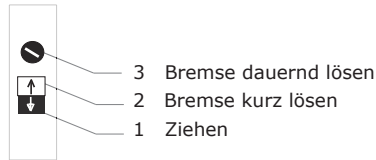

Abb. 7
- Mit Drücken auf den weißen Druckknopf (2) Abb. 7 schaltet man die Bremse aus.
- Mit Drücken auf den schwarzen Druckknopf (1) Abb. 7 rückt die Bremse ein und ermöglicht das Abwickeln des Drahtseiles. Falls ein Abwickeln nicht möglich ist, bedeutet das, dass im System nicht genügend Druck vorhanden ist. Die Gelenkwelle muss eingeschaltet werden, um über diese die Hydraulikpumpe zu aktivieren.
- Falls das Langholz während des Ziehens auf ein Hindernis (Baumstumpf, Wurzel) stößt und stehen bleibt, wird die Ziefunktion unterbrochen, weil die Zugkraft das Hindernis nicht überwunden hat. So bleibt eine große Kraft im Drahtseil gestaut und wegen der Gefahr einer ruckartigen Abwicklung des Seiles ist es notwendig, den weißen Druckknopf (1) in mehreren schnellen Intervallen zu betätigen. Das bedeutet man drückt den Knopf kurz 2-3 mal. Dadurch wird die Spannung im Drahtseil gelöst.